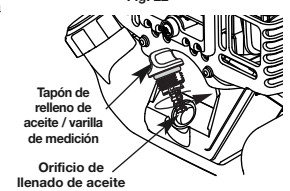

Fig. 23
6. Si el nivel está bajo, agregue una pequeña cantidad de aceite en el orificio de llenado de aceite y vuelva a medir (Fig. 23). Repita hasta que el nivel de aceite llegue hasta la parte superior de la varilla de medición.
NOTA: Verifique que el anillo en O esté en su lugar en el tapón de relleno de aceite / varilla de medición cuando mida y cambie el aceite (Fig. 23).